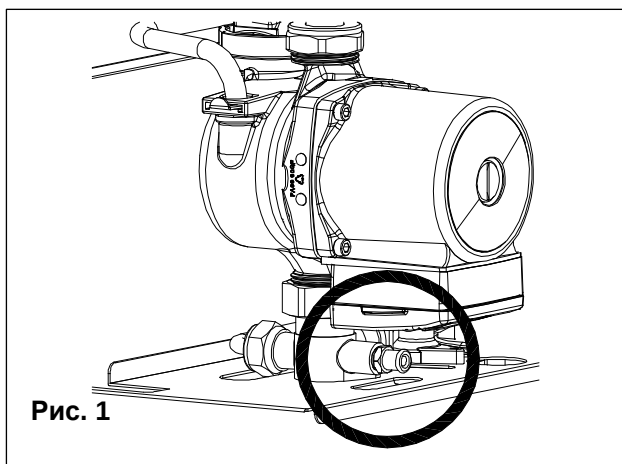

Рис. 1
- а. Открутите фиксирующие винты (см. рис. 1).
- Снимите переднюю панель (рис. 1).
- Откройте сливной кран системы (см. рис. 1).
- **Если слив необходим только для котла, закройте подающие/обратные запорные краны в контуре отопления и откройте сливной кран, расположенный в нижней части котла на насосе (см. рис. 1).**